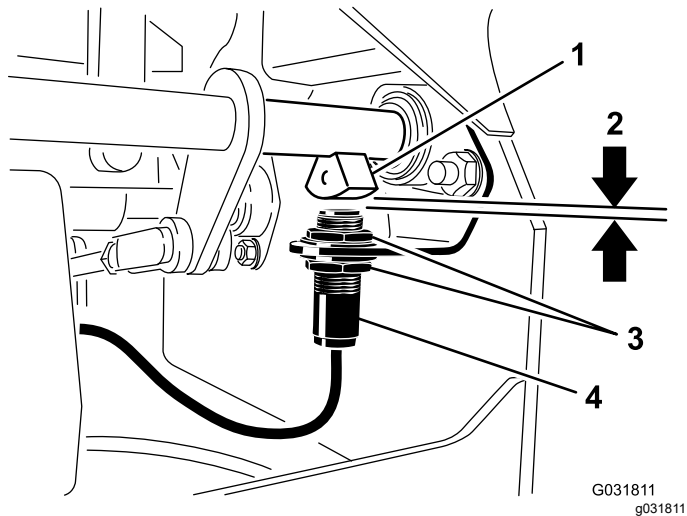

図 45
4. ブレーキシャフトセンサーとインタロックスイッチのプランジャとの距離が 4 mm になるように、スイッチの位置を上下させて 図 45 のように調整する。